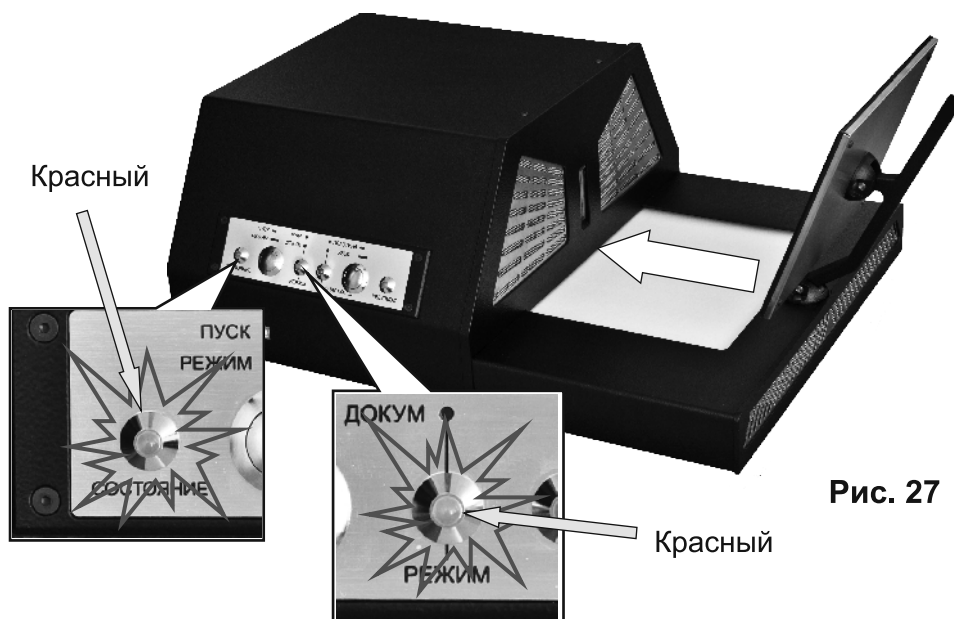

Рис. 27
7. После звукового сигнала пробоотборная пластина перемещается в зону контроля, индикатор «Состояние» меняет цвет свечения с *зеленого на красный*, а индикатор «Результат» должен погаснуть. Индикатор «Режим» имеет *красный* цвет свечения (Рис. 27).